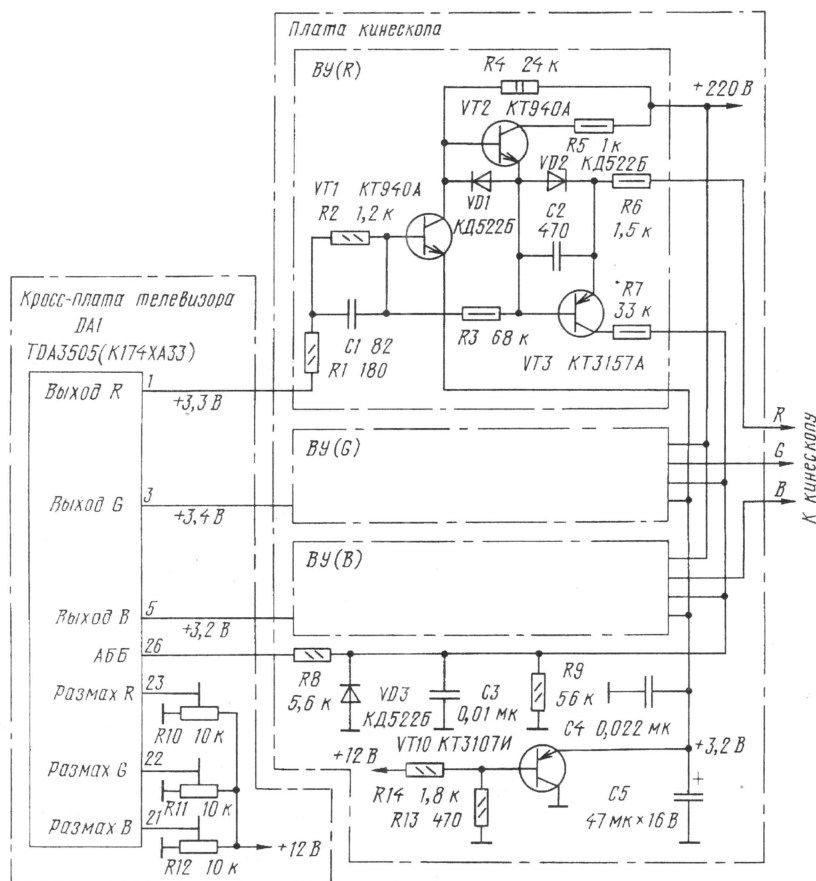

Рис. 8
На рис. 8 изображена принципиальная схема ВУ телевизора ЭЛЕКТРОН—ТК550. С незначительными изменениями такие ВУ применены в аппаратах ЭЛЕКТРОН—ТЦ503, ОРИЗОН—ТЦ507, РУБИН—ТЦ402/5143, ГОРИЗОНТ—СТВ501/525/601. Эти ВУ рассмотрены в [6]. По построению коллекторных цепей транзисторов, цепей ООС и подачи образцового напряжения они не отличаются от ВУ с ручной регулировкой баланса белого. Основное отличие — это наличие датчиков системы АББ. В ВУ(R) датчиком служат транзистор VT3 и измерительный резистор R7. Номиналы измерительных резисторов в каждом ВУ выбирают так, чтобы соотношение токов трех лучей кинескопа при передаче измерительных импульсов обеспечивало ББЧ. Методика их расчета имеется в [1]. Цепь